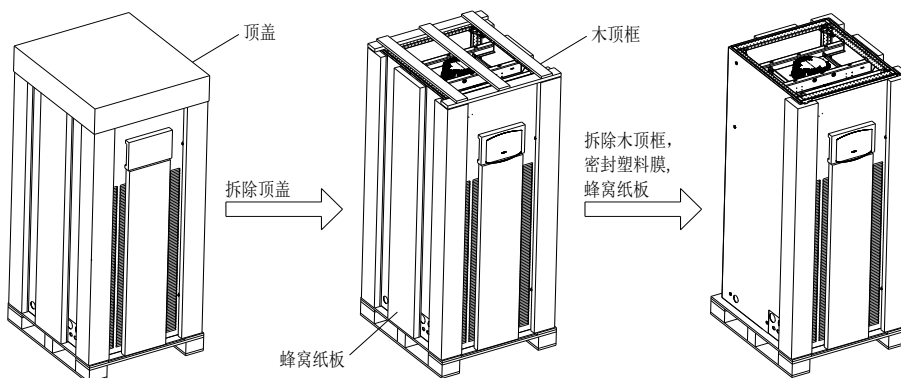

图2-4 拆除外包装
- 1、先拆除顶盖和缠绕拉伸膜，再拆除蜂窝纸板，如图 2-4 所示。